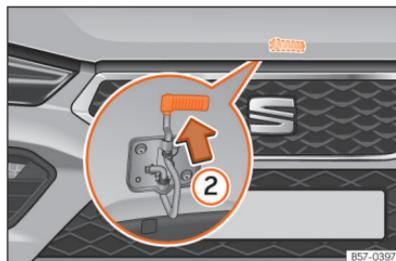

Fig. 208 Alavanca sob o capô.
- Para levantar o capô faça pressão para cima sobre a alavanca situada debaixo do capô >>> Fig. 208 ②. O gancho de fixação fica desbloqueado.